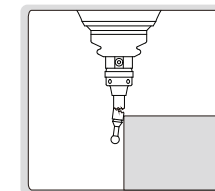

Fig. 12
- Lorsque la sonde est soumise à une force excessive, le point de rupture de l'aiguille de mesure se brise, ce qui permet de protéger le corps principal (Fig. 12)